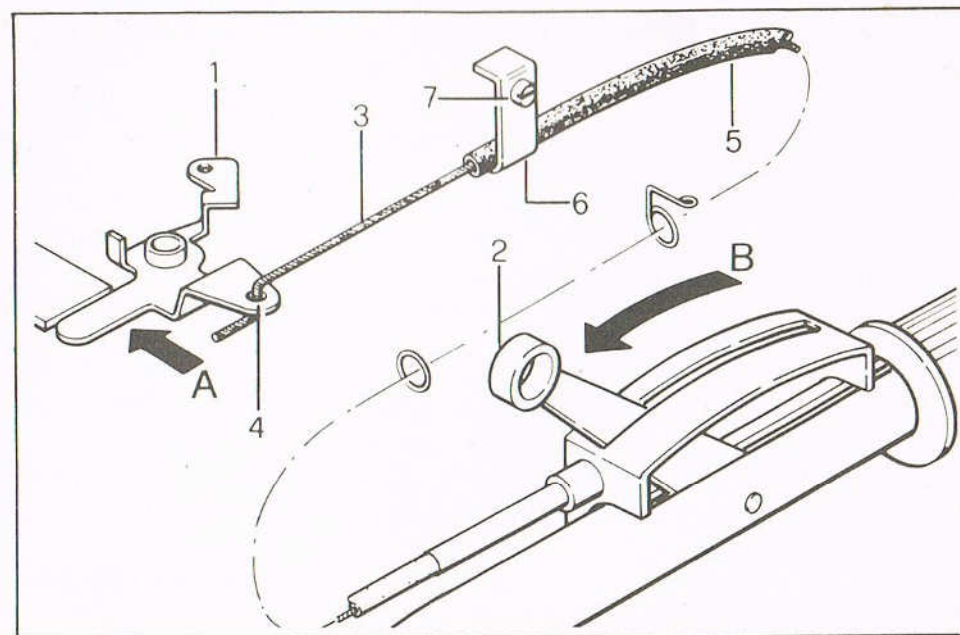

Fig. 6
Posizionare, a fondo corsa, la leva (fig. 6, particolare 1) installata sul motore come indicato dalla freccia "A" in figura.
Position the lever (fig. 6, item 1) on the engine at the end of its stroke as shown by arrow "A" in the figure.
Amener le levier (fig. 6, détail 1) installé sur le moteur à fin de course comme indiqué par la flèche "A" en figure.
Den auf dem Motor angeordneten Hebel (Bild 6, Detail 1) bis zum Endanschlag, wie im Bild mit Pfeil "A" angegeben.